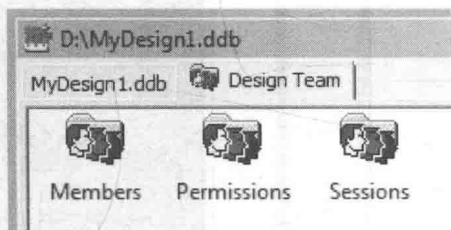

图 0-11 设计小组
1) 设计小组包括人员管理 (Members)、权限 (Permissions) 和数据库状态显示 (Sessions), 如图 0-11 所示。